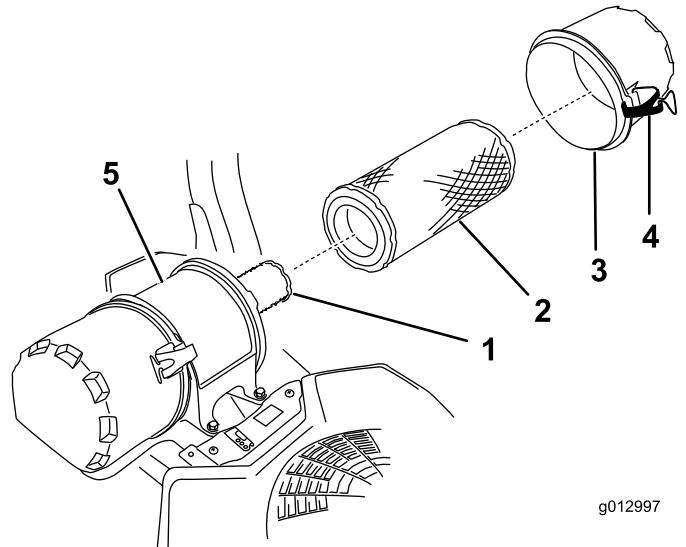

Figura 34
6. Abra los cierres del limpiador de aire y tire de la tapa de la entrada de aire para separarla del cuerpo del limpiador de aire (**Figura 34**).
8. Extraiga con cuidado el filtro primario de la carcasa del limpiador de aire (**Figura 34**).
- Si va a cambiar el filtro interno, deslícelo cuidadosamente en el cuerpo del filtro (Figura 34).
- Deslice cuidadosamente el filtro primario por encima del filtro interno (Figura 34).
- Instale la tapa del limpiador de aire y fije los cierres (Figura 34).